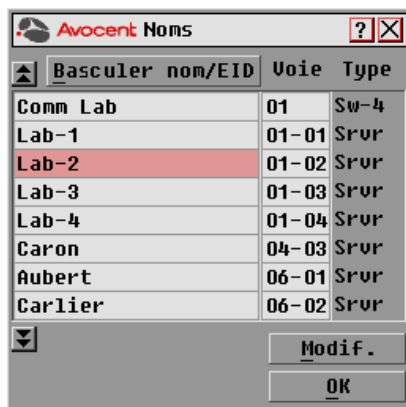

Figure 3.7 : Boîte de dialogue Noms de l'interface OSCAR
2. Cliquez sur *Config. - Noms* pour ouvrir la boîte de dialogue Noms, comme indiqué à la Figure 3.7.